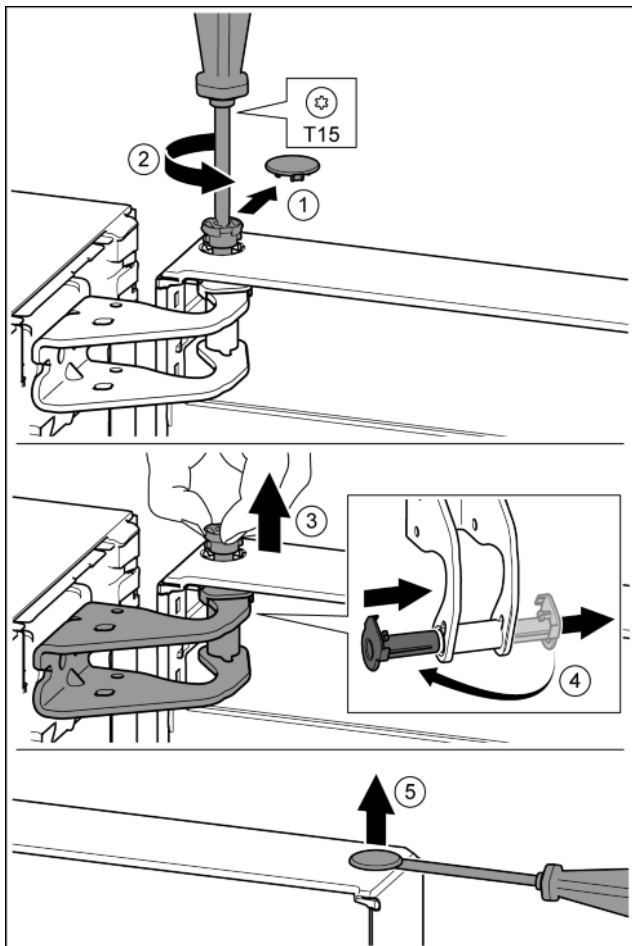

Fig. 11
- ▶ Обережно зніміть запобіжну кришку. Fig. 11 (1)
- ▶ Трохи викрутіть гвинт за допомогою викрутки T15. Fig. 11 (2)
- ▶ Притримуйте дверцята і витягніть палець руками. Fig. 11 (3)
- ▶ Витягніть із прямої опору втулку. Встановіть і зафіксуйте з іншого боку. Fig. 11 (4)
- ▶ За допомогою шлицевої викрутки обережно підійміть пробку із опорного втулка дверцят та витягніть її. Fig. 11 (5)